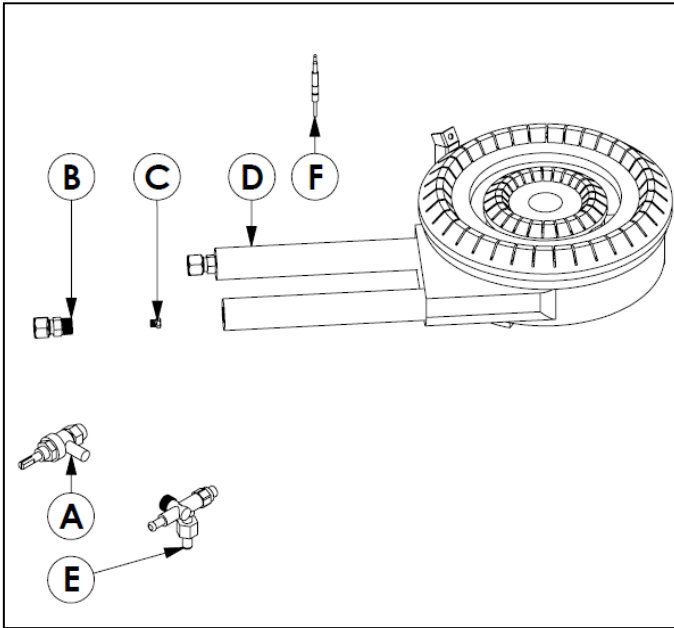

Bild 1
1. Verwendet werden nach der Art der Gasinjektor "C" ändern sich die Werte in der Tabelle Injektoren berücksichtigen. Zu diesem Zweck wird die "B" Inyoni "D" des Gaseinlassrohr zu trennen und entfernen Sie die Spritz. (Bild 1)
1. Wenn das Thermoelement (F) die Flamme nicht sieht, unterbricht das Sicherheitsventil (E). Die Gas zufuhr. (Bild 1)